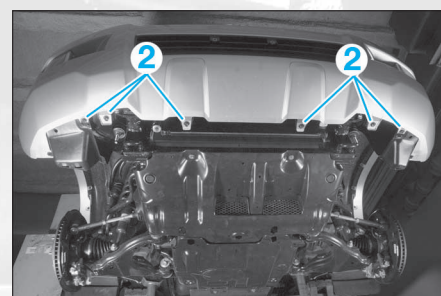

FIG. 5
- Déposer les vis de fixation inférieure+ (2) (Fig.5).